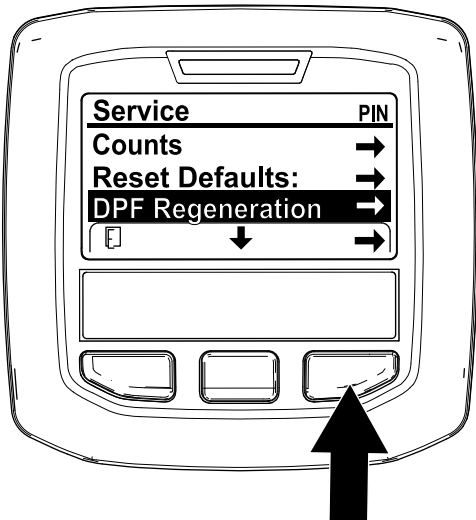

Figura 40
1. Aceda ao menu de manutenção, pressione o botão central para se deslocar para a opção DPF REGENERATION (Regeneração do DPF) (Figura 40).
2. Pressione o botão direito para seleccionar a entrada Regeneração do filtro de partículas de gasóleo (Figura 40).